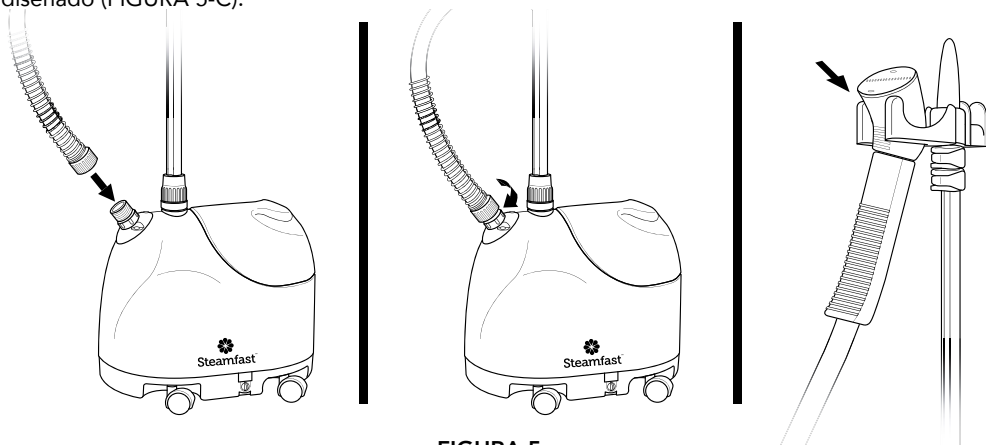

FIGURA 5
1. Coloque el extremo de la manguera en la Base de la manguera roscada (FIGURA 5-A).
2. Gire el acople en el sentido de las agujas del reloj hasta que la Manguera quede firmemente sujeta en la Base de la manguera (FIGURA 5-B). Ajuste de forma manual solamente. No ajuste demasiado
3. Cuelgue la Boquilla de vapor en el Receptáculo de la boquilla de vapor especialmente diseñado (FIGURA 5-C).